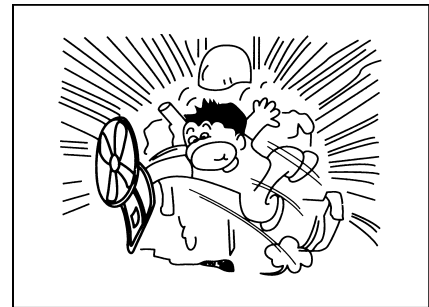

Рис.2-15
- Строго запрещается контакт любого инструмента и части тела с лопаткой вентилятора или ремнем. Иначе, что приводит к серьезному ранению. (Рис.2-15)